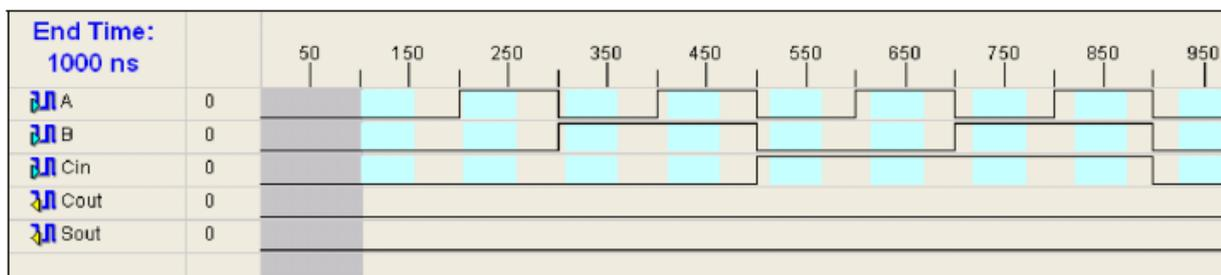

Figure 7 : Vecteurs de test (testbench) pour le circuit fulladder.
7. **Modifier les entrées A,B et Cin**, pour obtenir les mêmes vecteurs de test que ceux de la Figure 7. Pour inverser une entrée donnée, il suffit de cliquer sur le signal à l'instant où on souhaite l'inverser.